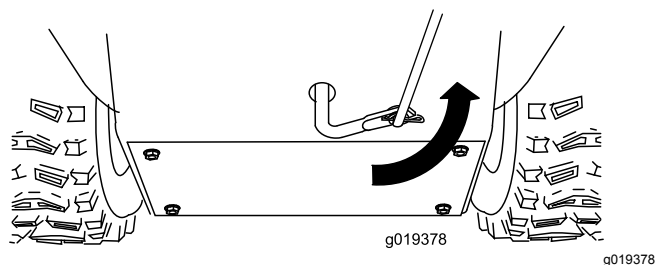

Figura 8
5. Ruotate completamente verso l'alto il braccio articolato inferiore (in senso antiorario), come illustrato nella Figura 8.